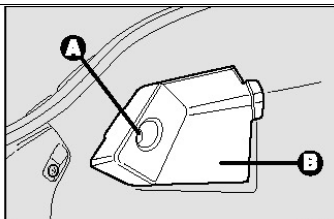

рис. 37
- Развинтить винт **A – рис.37** и снять защитную крышку **B**;
□ Установить на место защитную крышку **B** - **рис.37** и завинтить винт **A**.